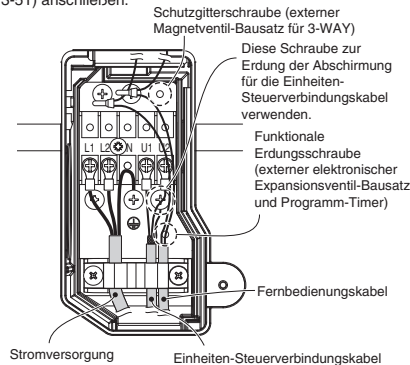

Abb. 3-51
- (4) Das Einheiten-Verbindungskabel von der Rückseite der Inneneinheit her verlegen und für den Anschluss nach vorne ziehen. (Abb. 3-51)
- (5) Das Einheiten-Verbindungskabel dem Schaltplan folgend an die entsprechenden Klemmen der Klemmenplatte (Abb. 3-51) anschließen.